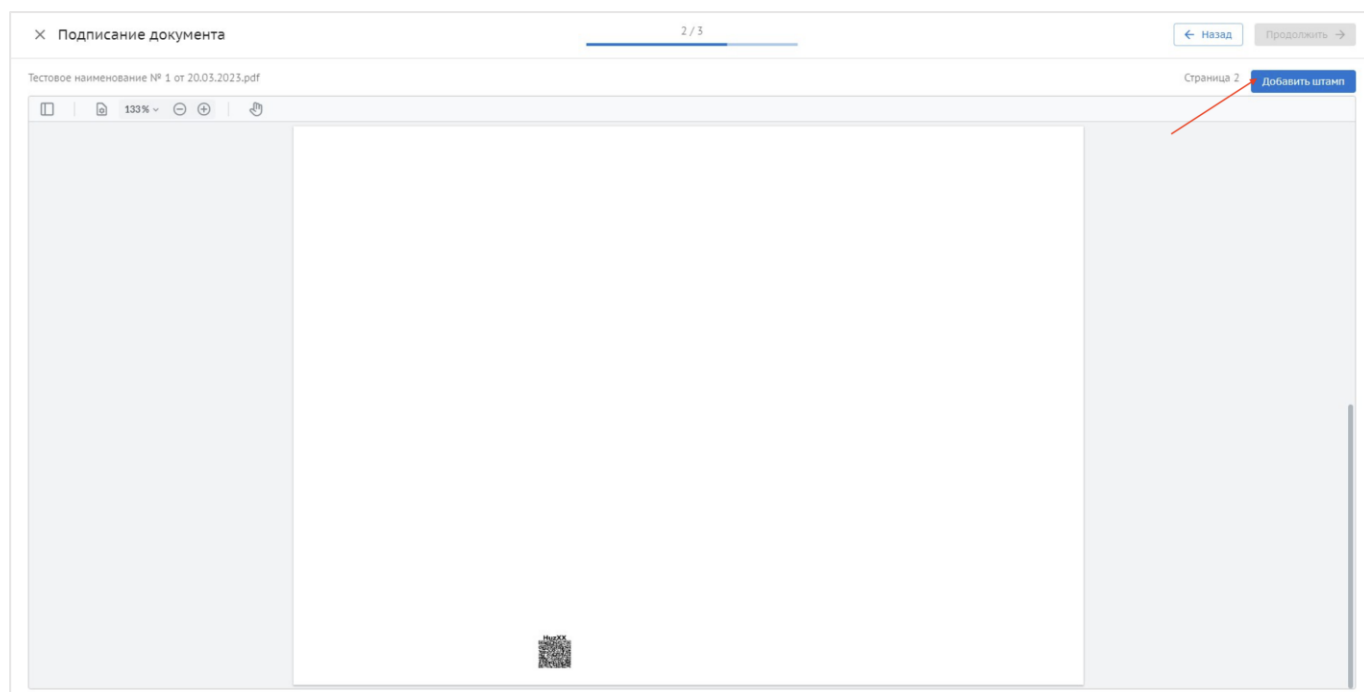

Рис. 41 – Добавление штампа ЭП
7. В открывшемся окне интерфейса подписания документа, необходимо добавить визуализацию штампа ЭП на листе, следующем за самой исполнительной схемой (рис. 41);